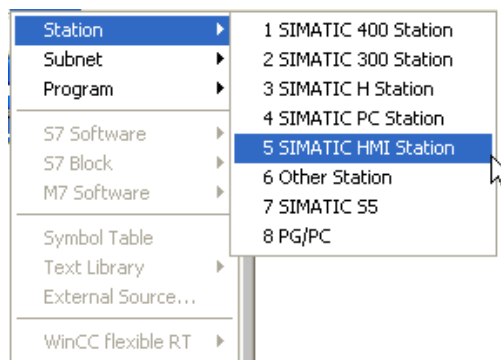

图11 创建 HMI 站
2. 选择新建的项目，然后通过插入 (Insert) > 站 (Station) > SIMATIC HMI 站 (SIMATIC HMI Station) 创建 HMI 站，如图11所示。